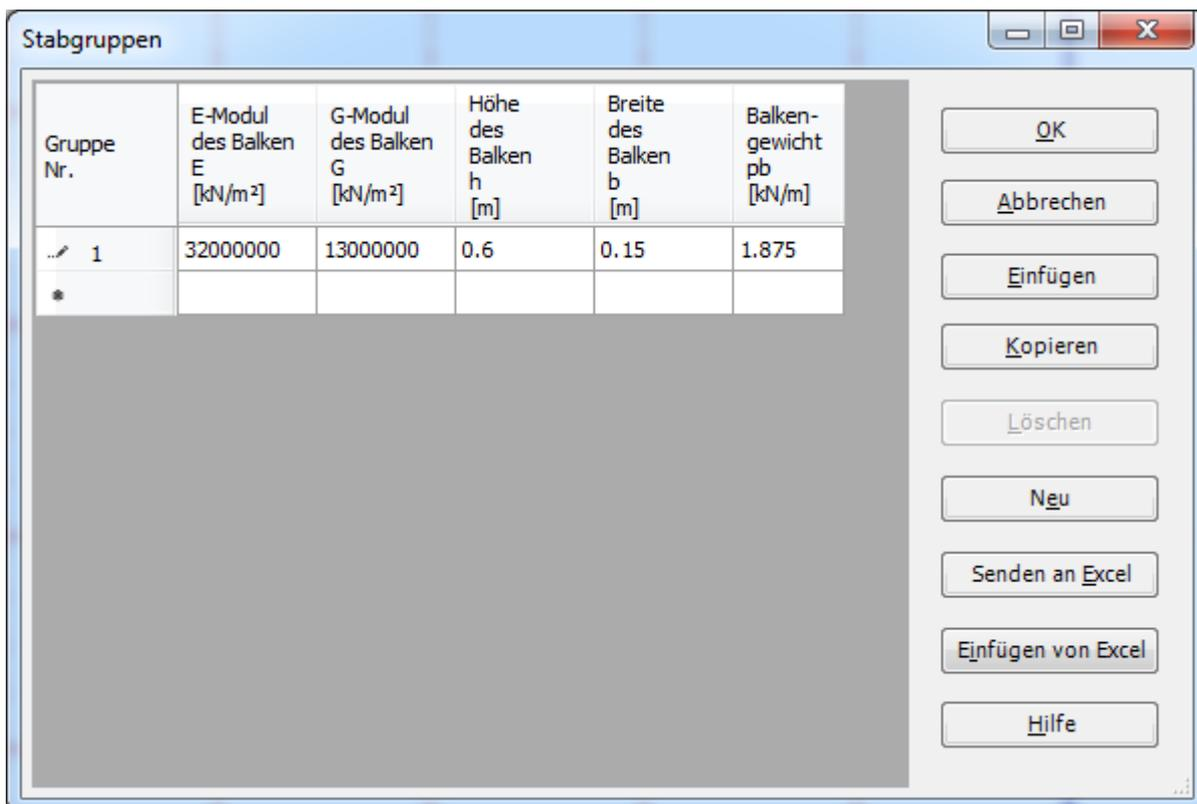

Bild 2.15 Listenfeld "Beschreibung der Stabgruppen"
Nach Klicken von "OK" im Optionsfeld "Querschnittsdefinition" erscheint das folgende Listenfeld im Bild 2.15.
- Geben Sie die Materialeigenschaften des Trägers, Querschnittabmessungen und das Trägergewicht ein, wie im Bild 2.15 gezeigt. Dies erfolgt durch Eingabe des Wertes in der entsprechenden Zelle und Drücken der "Eingabe"-Taste